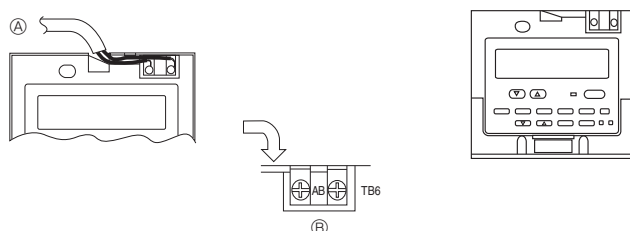

Fig. 7-8
2) Aansluitprocedure (Fig. 7-8)